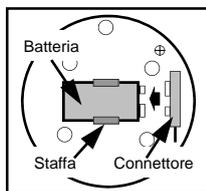

Fig. 4
- 3) Collegare la batteria in dotazione al connettore che fuoriesce dal retro del sensore (vedi Fig. 4).